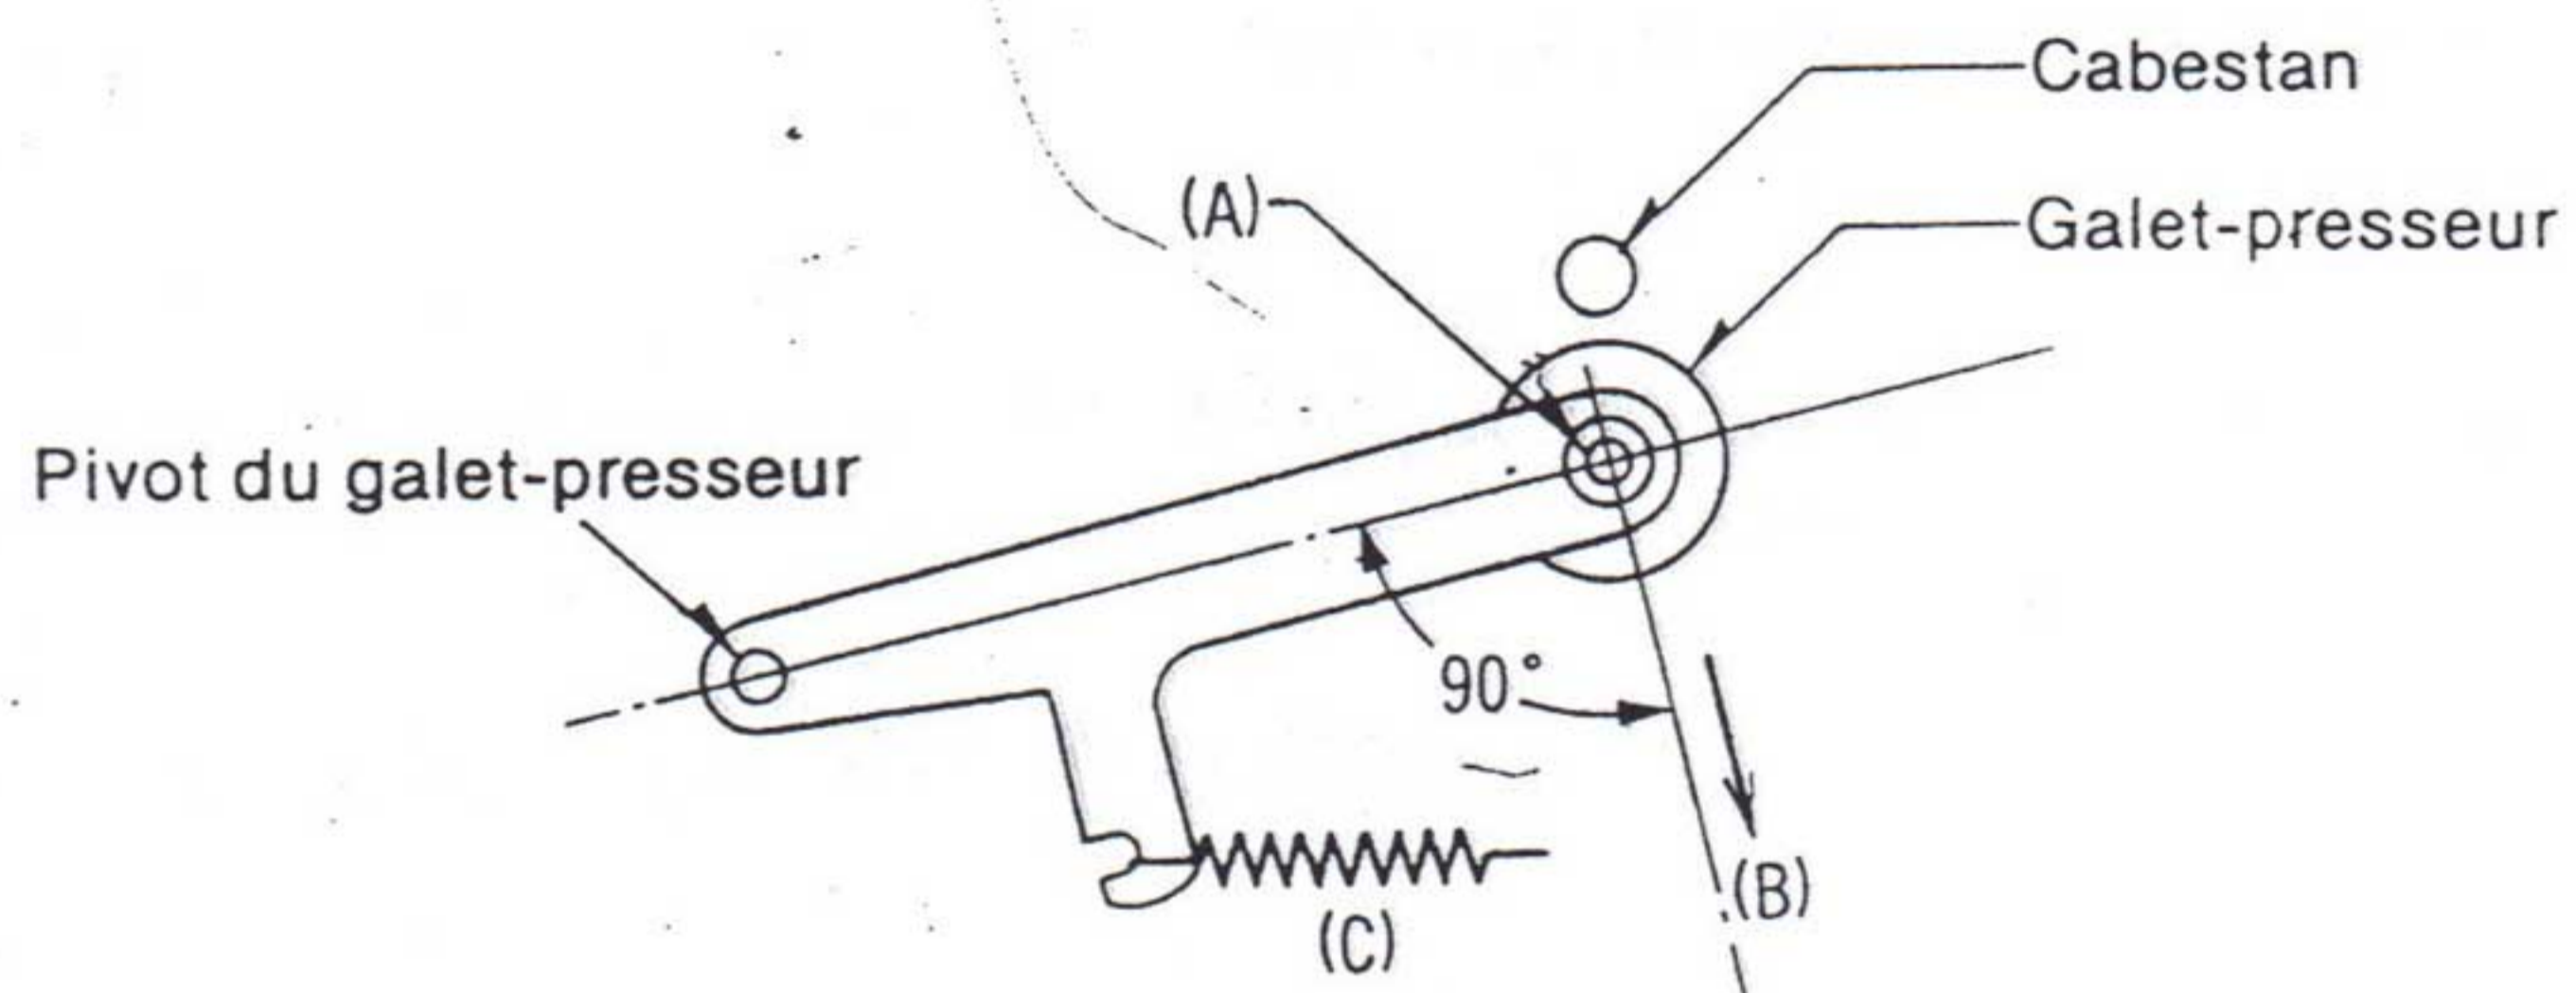

Fig. 2
2. Accrochez la jauge de traction sur le haut de l'axe (A) du galet-presseur et tirez la jauge en direction (B) opposée à la pression du galet-presseur sur le cabestan (voir fig. 2).
Réglez en courbant la pièce (C) du ressort du galet-presseur (voir fig. 2).